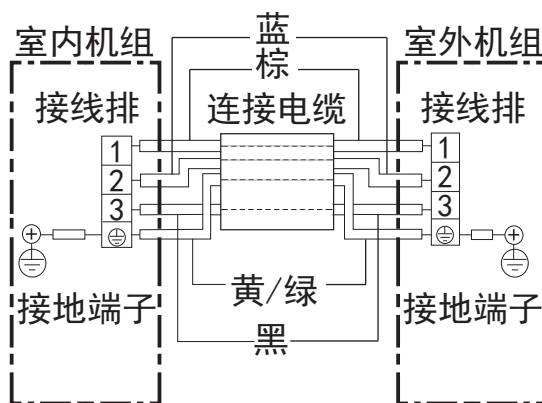

图13
(1) 用附件 ⑧ 连接电缆按接线图13要求正确地连接室内外机组，绝对不可连接错误。
(2) 连接电缆必须用室内外机组上的连接线压板压紧。
- 接地线必须根据图13所示用连接电缆中黄/绿色导线接至带有“⊖”标记的接线端子上。